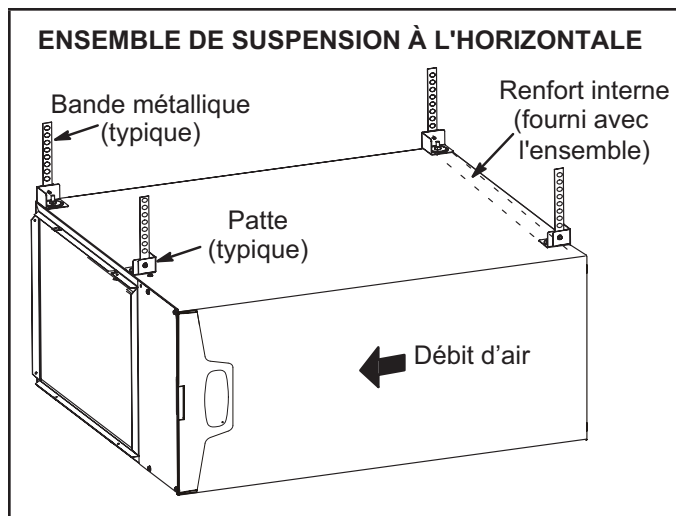
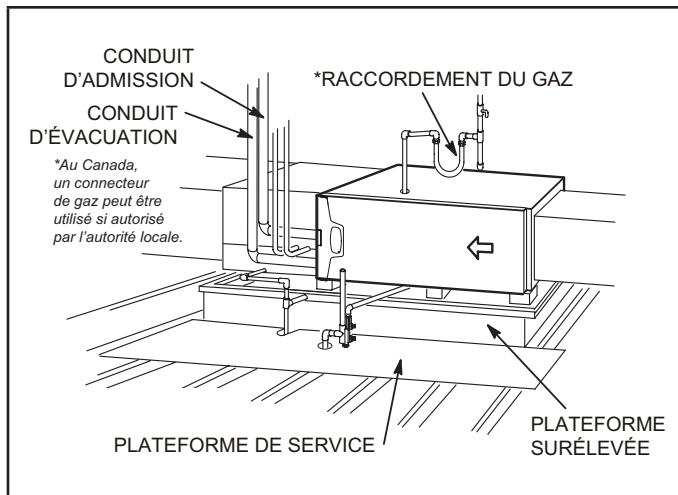

Figure 18
Figure 19
Ce générateur d'air chaud peut être installé dans un comble ou un vide sanitaire. Le suspendre aux chevrons du toit ou aux solives du plancher comme illustré à la Figure 18 ou le monter sur une plate-forme comme illustré à la Figure 19. Un ensemble de suspension à l'horizontale (51W10) peut être commandé auprès de Lennox ou remplacé pour un dispositif équivalent.
- 2 - Construire une plateforme surélevée en bois et la recouvrir d'un panneau de contreplaqué. Si l'unité est installée au-dessus d'un espace fini, installer un bac de drainage auxiliaire sous l'unité. Installer l'unité dans le bac comme illustré à la Figure 19. Prévoir un dégagement de 8 po en dessous de l'appareil pour piège à condensat.